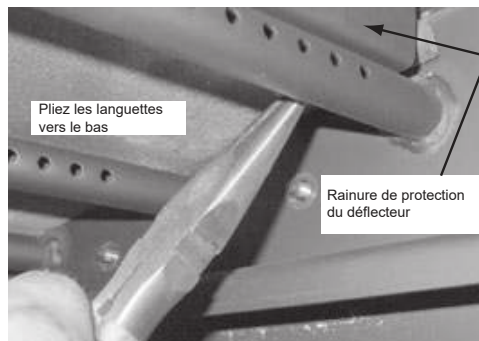

Fig. 25.1
2. Retirez l'ensemble de protection du déflecteur en pliant l'arrière des déflecteurs à l'aide de pinces à nez effilé situées à la droite et à la gauche de la couverture de protection. Soulevez légèrement le couvercle et tirez vers l'avant et l'arrière de la boîte à feu. **Figure 25.1.**